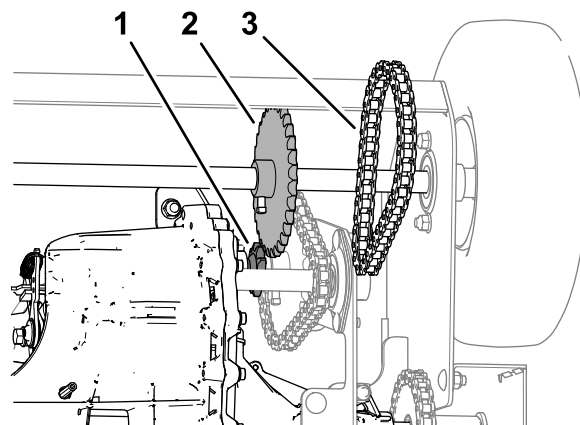

**Figure 52**
2. Desserrez le contre-écrou à embase et la vis qui fixent la poulie de tension de la courroie au cadre de la machine, déplacez la poulie de tension vers l'intérieur et déposez la courroie de la poulie de la boîte-pont (Figure 51 et Figure 52).